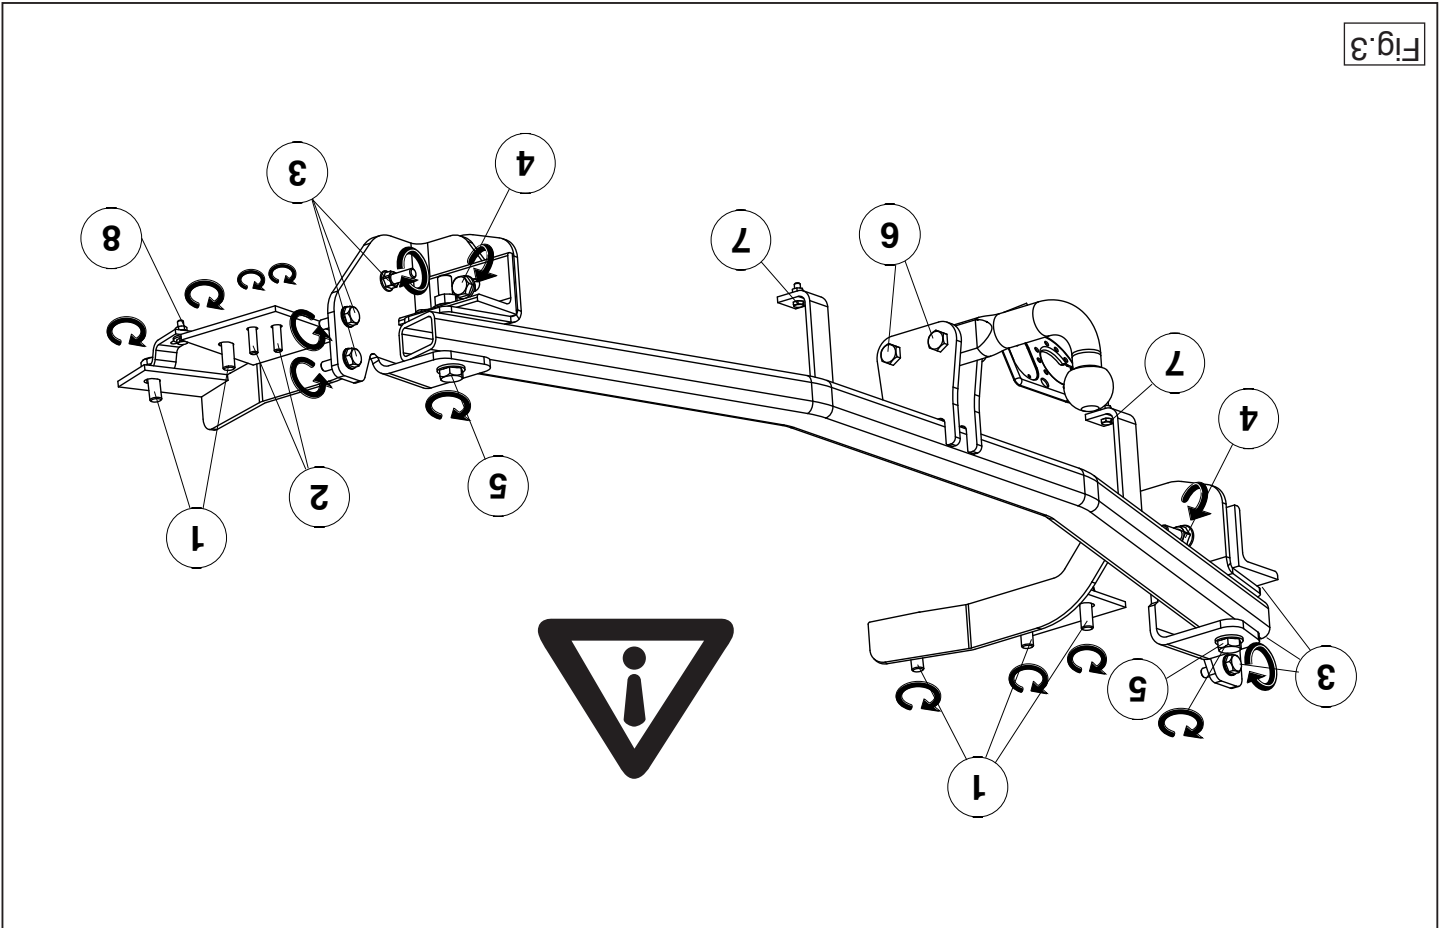

Fig. 3
10. Alle Schrauben und Muttern gemäß den Angaben in der Skizze festdrehen. Siehe Abbildung 3.
10. Serrer tous les boulons et écrous conformément au tableau. Voir la fig. 3.
10. Spænd alle bolte og møtrikker jf. tabellen. Se fig. 3.